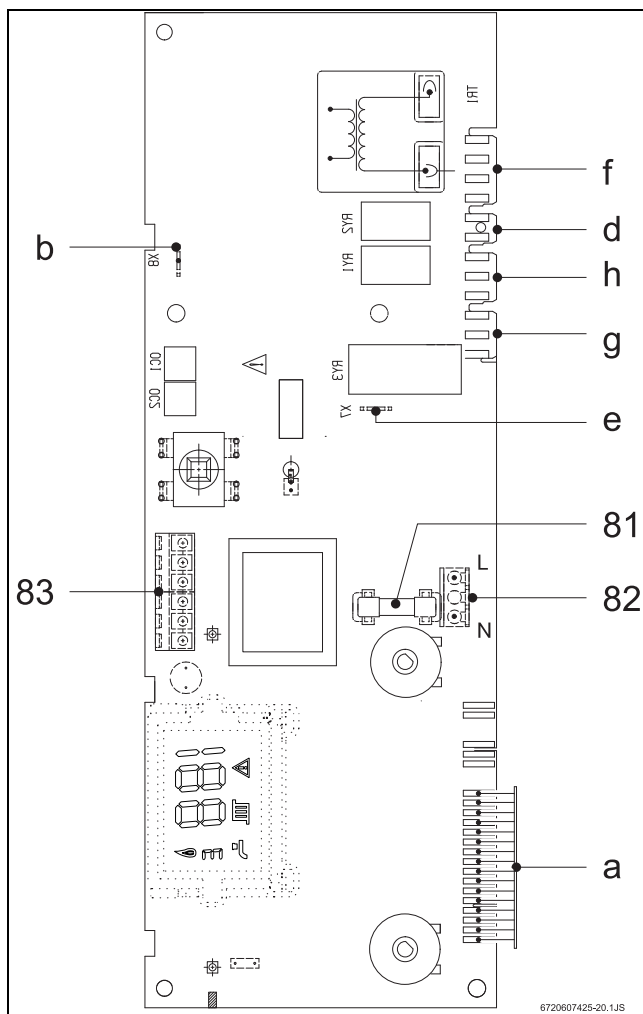

Fig. 18
- ▶ Se îndepărtează jumper-ul dintre bornele 1 - 4 (Fig. 18, poz. 83).